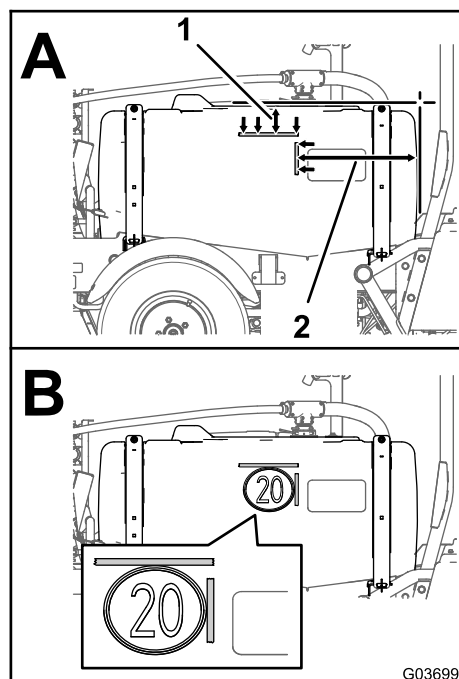

Figura 12
- No lado esquerdo e direito do depósito, meça a partir da parte superior do depósito do pulverizador para baixo cerca de 120 mm e marque esse local com um pouco de fita (A de Figura 12).
- No lado esquerdo e direito do depósito, meça a partir da parte da frente do depósito do pulverizador para trás cerca de 469 mm e marque esse local com um pouco de fita (A de Figura 12).
- Alinhe as extremidades superior e frontal do autocolante do pulverizador (B de Figura 12) com as marcas de fita que realizou nos passos 2 e 1.